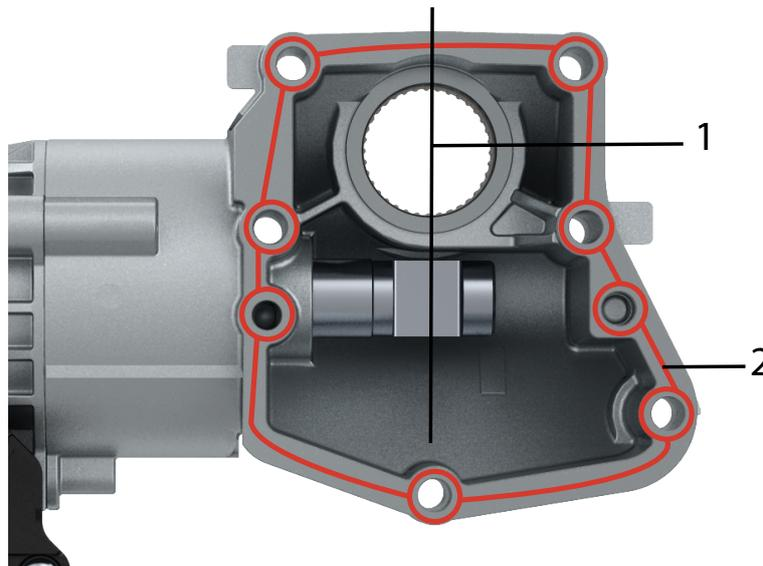

Fig. 4 Masa de sellado a aplicar en el cilindro de cambio de marcha
2. Aplique la masa de sellado sobre las superficies de junta del aparato véase "Fig. 4 Masa de sellado a aplicar en el cilindro de cambio de marcha".